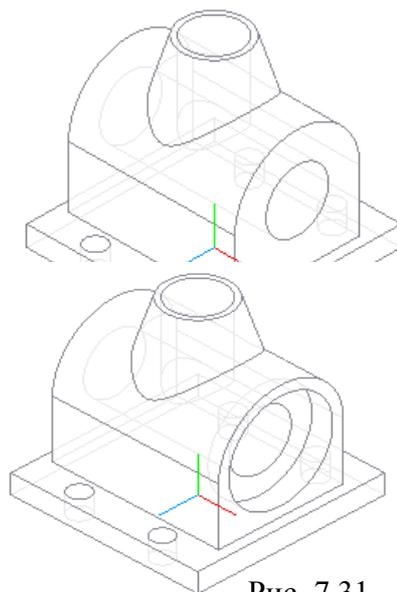

Рис. 7.31
12. Применяем к полученному эскизу команду  **Вырезать выдавливанием, На расстояние – 10** (рис. 7.31).